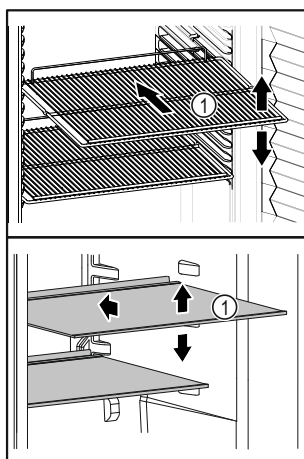

Fig. 65 Példaként szolgáló ábrázolás
- ❑ Ha a tárolófelületek Fig. 65 (1) áthelyezhetők, akkor igazítsa be őket a kívánt magasságnak megfelelően.